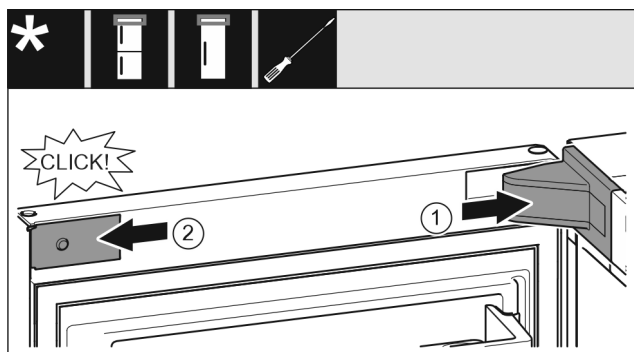

Fig. 23
- ▶ Założyć osłonę płytki zawiasu Fig. 23 (1) i zażębić, ew. ostrożnie odsunąć.
- ▶ Założyć zaślepkę Fig. 23 (2) z boku i zażębić.